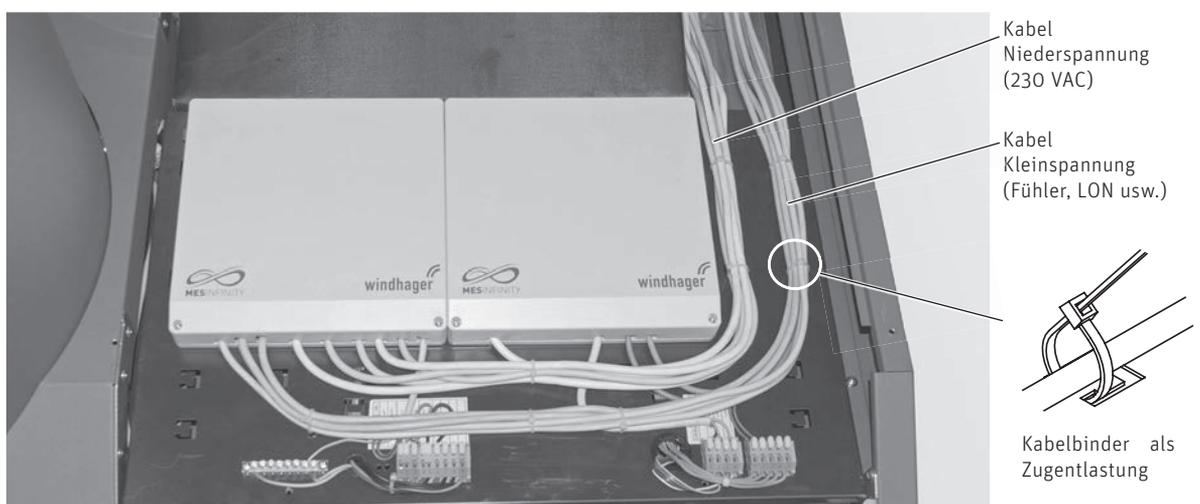

Fig. 95 Verkabelung BioWIN 2 Touch mit Regelung im Kessel auf dem Schaltfeld
- Alle elektrischen Anschlüsse nach Pkt. 6.3 und nach beiliegenden Anleitungen der jeweiligen Funktionsmodule herstellen. Kabel unten ins Gehäuse des Funktionsmodul führen. Kabel müssen im Gehäuse nicht mit Zugentlastung befestigt werden, sondern Kabelstränge gemeinsam mit Kabelbinder als Zugentlastung befestigen– Fig. 95.
Auf die getrennte Führung der Kleinspannungsleitung (0–12 VDC) und der Niederspannungsleitung (230 VAC) ist zu achten! – Fig. 95.